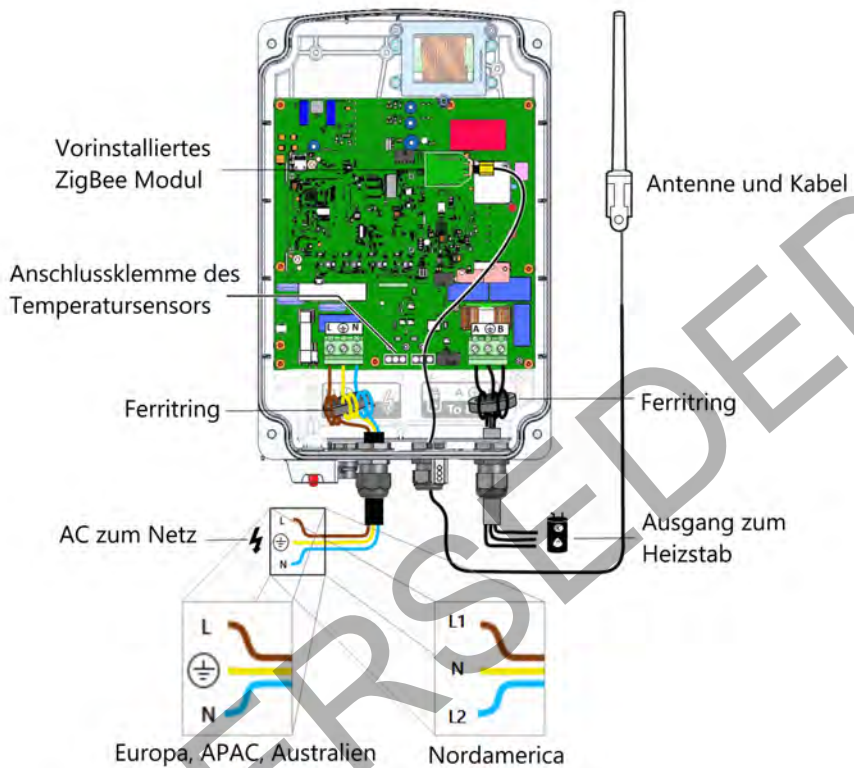

Abbildung 9: Smart Energy Warmwasser-Controller - Verdrahtung
**Schließen Sie** die (mit **A** und **B** gekennzeichneten) *Ausgänge/output* zum Gerät **nicht an die Stromversorgung** an, da dies zu einer Beschädigung des Produkts sowie zum Erlöschen der Gewährleistung führt. Schließen Sie das Netzkabel nur an den dafür vorgesehenen *Eingang/Input* an (siehe *Abbildung 9*).
3. Schließen Sie das Netzkabel (gemäß *Abbildung 9* an die Netzversorgung) an:
4. Schließen Sie den Heizstab (gemäß *Abbildung 9*) an:
- g. Befestigen Sie den Stecker des Antennenkabels am vorinstallierten ZigBee-Modul (siehe *Abbildung 9*).